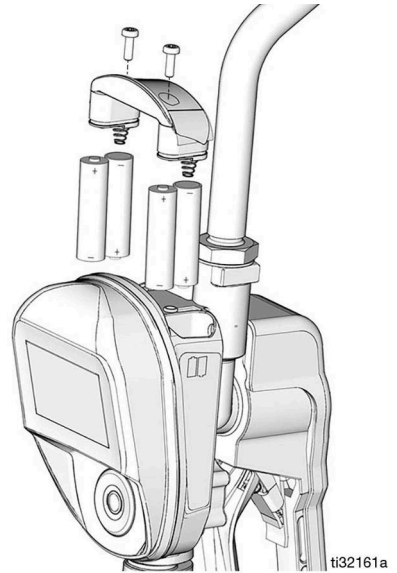

FIG. 39
- Respecter la polarité correcte comme illustré sur les étiquettes d'installation situées de chaque côté de la vanne de distribution dosée lors de l'installation des piles dans le compartiment (FIG. 39).
4. Installer quatre piles neuves. Voir les étiquettes de chaque côté du boîtier pour l'orientation de la batterie (FIG. 39).